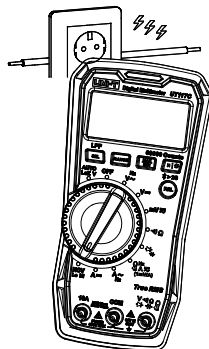

Abbildung 11
10. Berührungslose AC-Spannungserkennung (NCV) (Abbildung 11)